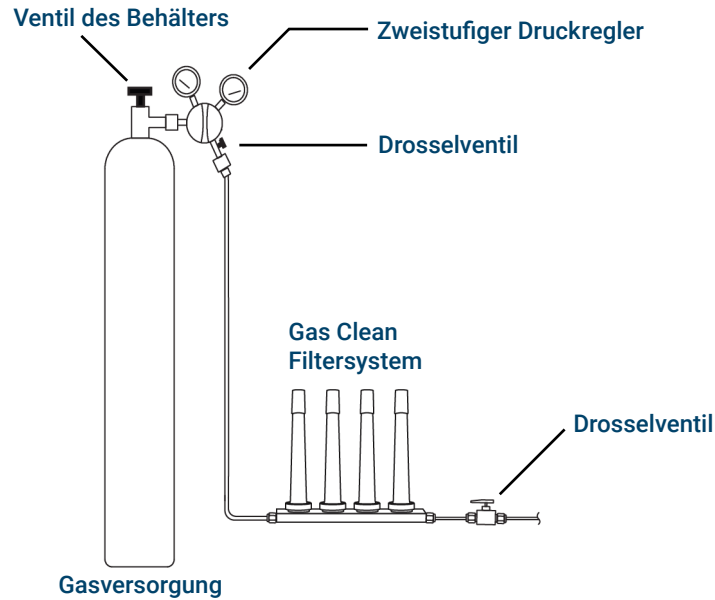

Abbildung 9. Installation der Gasversorgungen
1. Legen Sie fest, wo Sie die Fallen in Ihrer Versorgungsleitung installieren möchten. **Abbildung 9** zeigt die empfohlene Fallenanordnung für das Trägergas und die empfohlenen Positionen für Drosselventile. Siehe auch das *Standortvorbereitungshandbuch*.